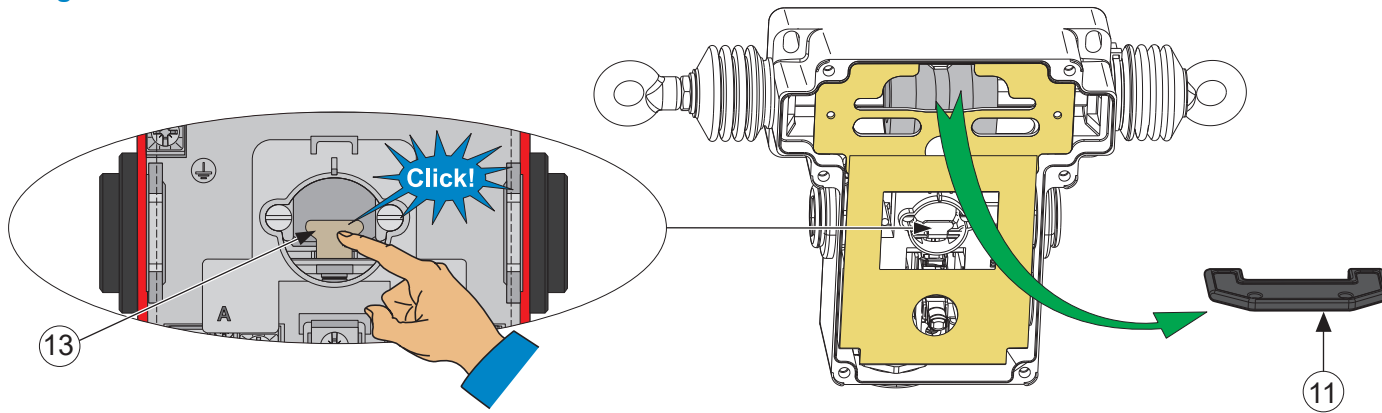

Fig.9
10. Fixer le couvercle de l'appareil ① par l'intermédiaire des six vis ⑭ (couple de serrage = 1,5±0,1 N.m) ou passer à l'étape de câblage (fig. 9).